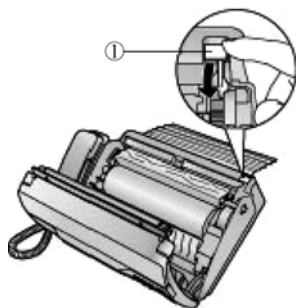

图 3-24 拉动切纸器释放杆
- 将切纸器释放杆 (①) 向前拉，切纸器将被释放，如图 3-24 所示。